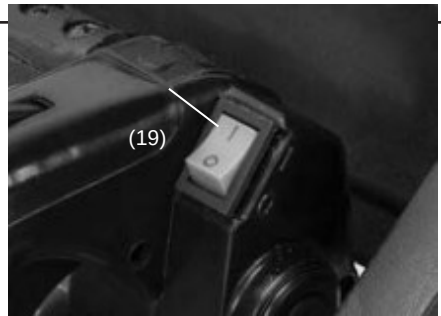

ABB. 17
9.1 STARTEN BEI KALTEM MOTOR (ABB. 17 – 20)